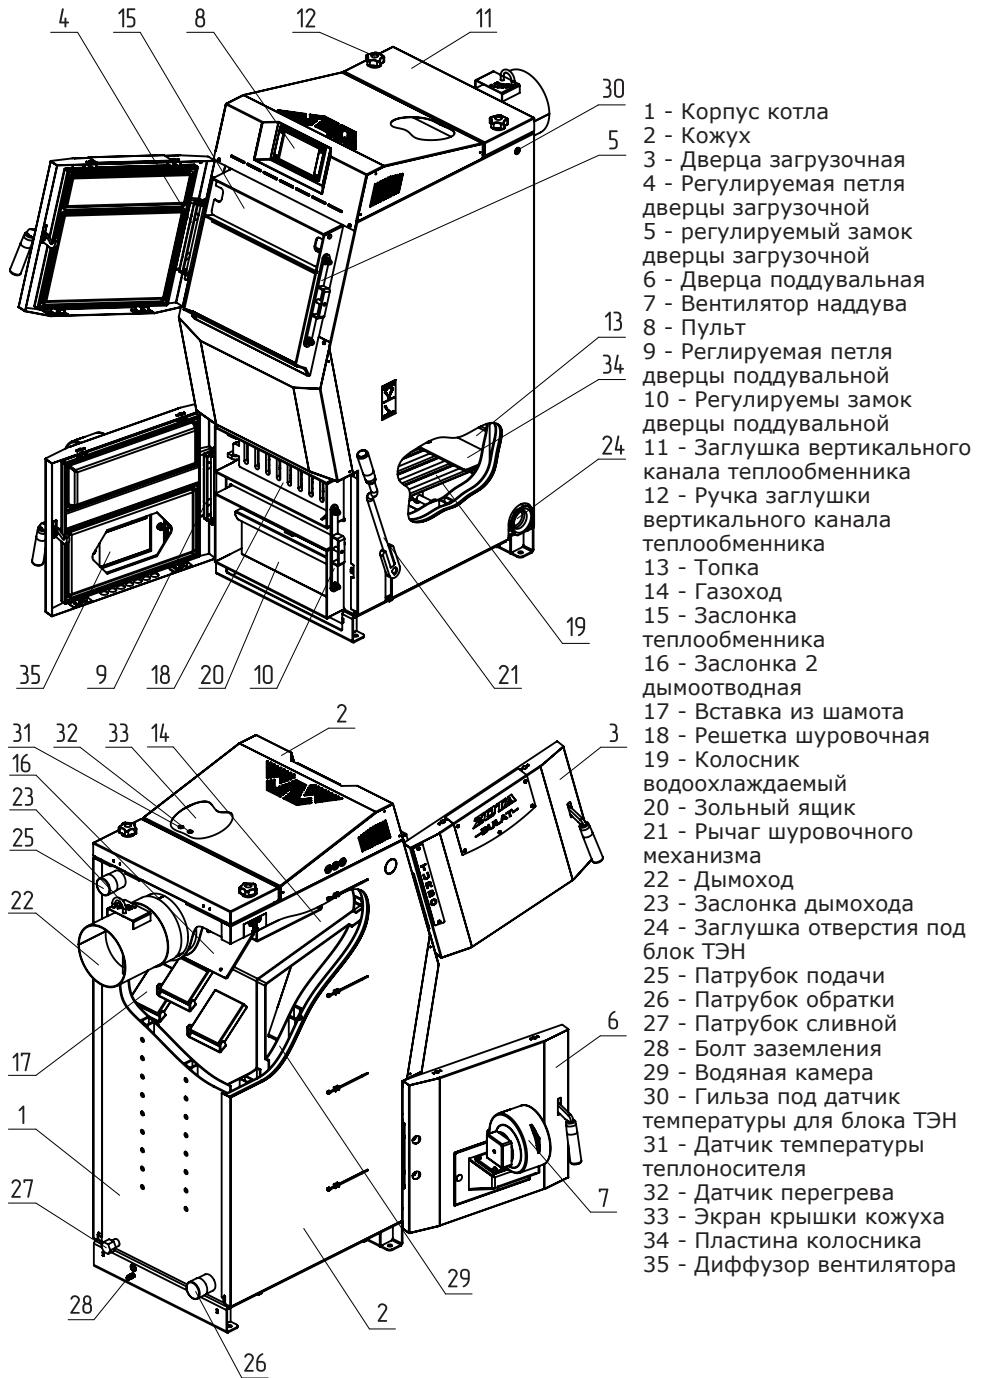

Рис.1 Конструкция отопительного котла
4.5.10. Эксплуатация котла без зольного ящика (поз.20 рис.1).
5.1. Котел (рис.1) состоит из корпуса (поз. 1), топки (поз.13), дымохода (поз.22). В нижней части топки находятся водоохлаждаемые колосники (поз. 19) и зольный ящик (поз.20).
Внимание! Не допускается эксплуатация котла, без установленного зольного ящика (Рис.1 поз.20). Эксплуатация котла без установленного зольного ящика приводит к прогоранию и деформации водонеохлаждаемых поверхностей котла. В случае нарушений условий эксплуатации котла, рекламации не принимаются.
Внимание! Не допускается эксплуатация котла, без установленной шуровочной решетки (Рис.1 поз.18). Отсутствие шуровочной решетки может привести к повреждению лакокрасочного покрытия и прогару поддувальной двери. В случае нарушений условий эксплуатации котла, рекламации не принимаются.
5.3. В корпус котла вмонтировано рычажное шуровочное устройство с приводом от рычага (Рис.1 поз.21) предназначенное для удаления золы с колосниковой решетки.
Внимание! Не допускается эксплуатация котла, без установленной заслонки (Рис.1 поз.15). Эксплуатация котла без установленной заслонки приводит к прогоранию и деформации водонеохлаждаемых поверхностей котла. Котел не выходит на номинальную мощность. В случае нарушений условий эксплуатации котла, рекламации не принимаются.
- Откройте заглушку вертикального канала теплообменника (Рис.1 поз.11) и уберите заслонку 2 дымоотводную (Рис.1 поз.16);
- После установки шамотных кирпичей установите заслонку 2 дымоотводную (Рис.1 поз.16) и заглушку вертикального теплообменника (Рис.1 поз.11).